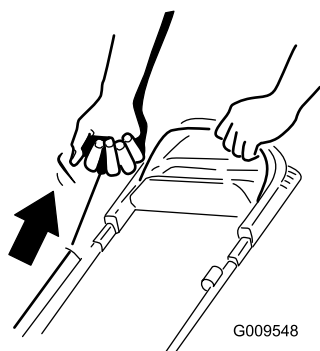

**Figura 17**
1. Tenete la barra di comando della lama contro la stegola (Figura 17).